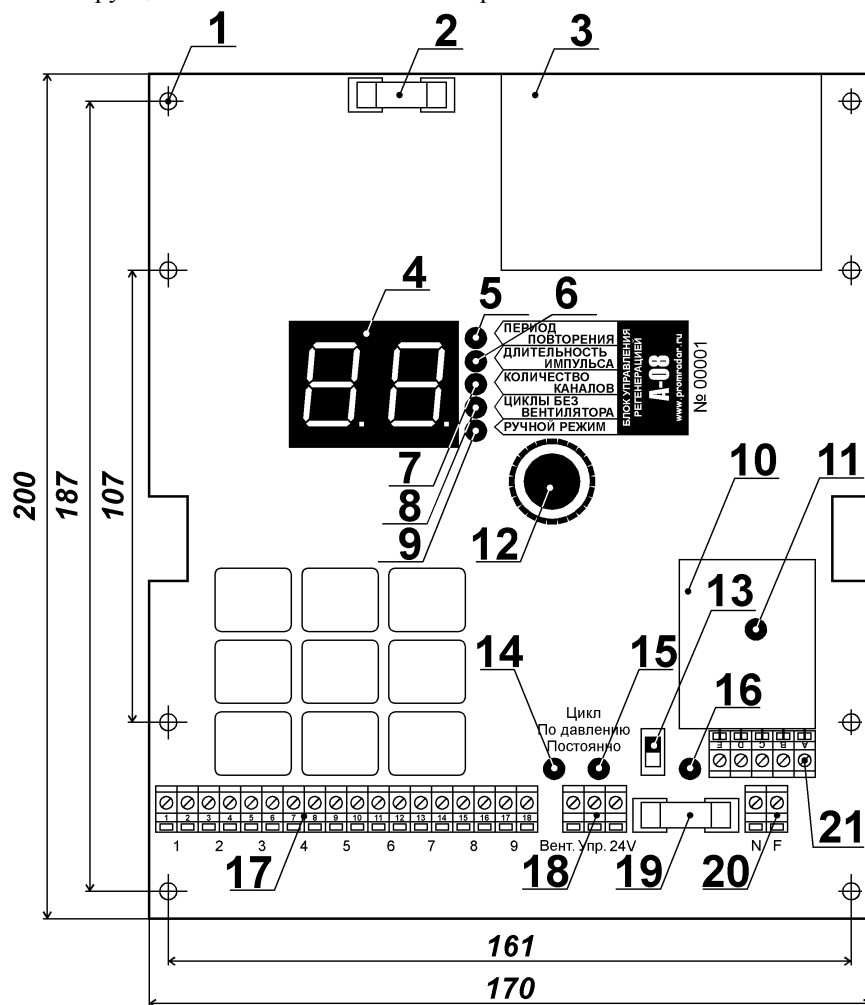

Рис. 1. Конструкция платы ПА-08.
Конструкция платы ПА-08 показана на рис. 1.
Управляющие провода ЭПК подключаются к клеммам «1» - «18» (при количестве каналов – 9) клеммного ряда [поз. 17 на рис. 1]. Общие провода всех ЭПК (все чётные клеммы) внутри платы соединены между собой. Если число фильтровальных элементов меньше 9, то для подключения ЭПК необходимо использовать соответствующее количество клемм платы, начиная с клеммы «1».
Клеммы «Вент.» и «24В» клеммного ряда [поз. 18 на рис. 1] подключаются к вспомогательным блок-контактам пусковой аппаратуры вентилятора. При работающем вентиляторе эти блок-контакты должны замыкаться между собой.
При наличии внешнего прибора ИРД-4, контролирующего уровень запылённости фильтра, клемма «24В» клеммного ряда [поз. 18 на рис. 1] должна также подключаться к клемме № 4 прибора ИРД-4, а клемма «Упр.» – к его клемме № 3.
7.1. После подачи сетевого напряжения плата ожидает включения вентилятора, отображая «0» на цифровом табло [поз. 4 на рис. 1].
7.2. После включения вентилятора, если переключатель «Режим» [поз. 13 на рис. 1] находится в положении «По давлению», ожидание продолжается до получения от прибора ИРД-4 разрешения на начало регенерации. После его получения, а также при другом положении переключателя «Режим» включается светодиод [поз. 15 на рис. 1] и плата начинает формирование управляющих импульсов со следующими (заводскими) установками:
В процессе работы, когда индикаторы [поз. 5 - 9 на рис. 1] не горят, на цифровом табло [поз. 4 на рис. 1] отображается номер канала (выходной клеммы платы), в который будет выдан очередной импульс управления ЭПК.
7.3. Для изменения установленных параметров следует нажать на энкодер [поз. 12 на рис. 1]. При каждом нажатии последовательно включается один из светодиодов [поз. 5 - 9 на рис. 1], указывая на то, какой из параметров может быть изменён. Текущее значение параметра отображается на цифровом табло [поз. 4 на рис. 1]. Увеличение введённого значения осуществляется поворотом энкодера по часовой стрелке, а уменьшение - против. Ввод в память платы изменённых параметров происходит при очередном нажатии на энкодер, либо при отсутствии каких-либо воздействий на него в течение 5 секунд (кроме работы в «Ручном режиме»).
7.4. При первом нажатии на энкодер загорается индикатор «Период повторения» [поз. 5 на рис. 1] и цифровое табло отображает текущий период повторения управляющих импульсов (в секундах). При вращении энкодера значение на табло меняется от 2 до 99 сек. с шагом в 1 сек.
При следующем нажатии на энкодер загорается индикатор «Длительность импульса» [поз. 6 на рис. 1] и табло показывает текущую продолжительность управляющих импульсов (в сотых долях секунды). При вращении энкодера значение на табло меняется от 3 до 99 с шагом 1, что соответствует длительности импульса от 0,03 до 0,99 сек. с шагом в 0,01 сек.
При очередном нажатии на энкодер загорается индикатор «Количество каналов» [поз. 7 на рис. 1] и на табло выводится число управляемых ЭПК. При вращении энкодера значение меняется от 1 до 9 с шагом 1. На тех клеммах платы, номера которых больше установленного значения, управляющие импульсы формироваться не будут. Введённые изменения вступают в силу только после завершения текущего цикла регенерации.
После ввода количества каналов нажатие на энкодер включает индикатор «Циклы без вентилятора» [поз. 8 на рис. 1]. При вращении энкодера значение на табло меняется от 1 до 9 с шагом 1. После получения сигнала об остановке вентилятора плата закончит текущий цикл, а затем выдаст управляющие импульсы на каждый подключённый ЭПК заданное количество раз.
Следующее нажатие на энкодер включает светодиод «Ручной режим» [поз. 9 на рис. 1]. В этом режиме управляющие импульсы выдаются только на один ЭПК, номер которого выводится на цифровое табло. Этот режим работы предусмотрен для диагностики неисправностей в катушках ЭПК. Выход из режима производится нажатием на энкодер.
При срабатывании светодиода [поз. 11 на рис. 1] светодиод [поз. 16 на рис. 1] не загорается.
Перегорает предохранитель [поз. 19 на рис. 1]